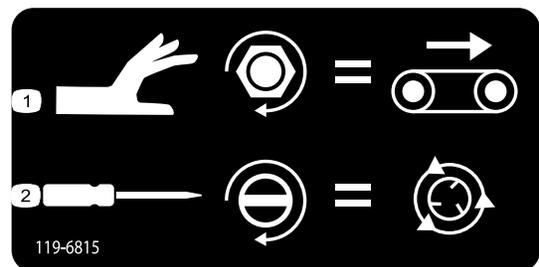

Bild 47
- Drehen Sie das Handrad nach rechts, um die Flurförderer-Geschwindigkeit einzustellen (Bild 47). Verwenden Sie die maximale Flurförderergeschwindigkeit des farbcodierten Betriebssystems, wenn Sie keinen Hydraulikfluss haben. Diese Einstellung ist hilfreich, wenn der Füllkasten mit Sand gefüllt ist.
- Sie können die Tellerstreuer-Geschwindigkeit (Bild 47) erhöhen, wenn Sie mit einem flachen Schraubenzieher nach rechts drehen, oder Sie können sie verringern, wenn Sie nach links drehen.